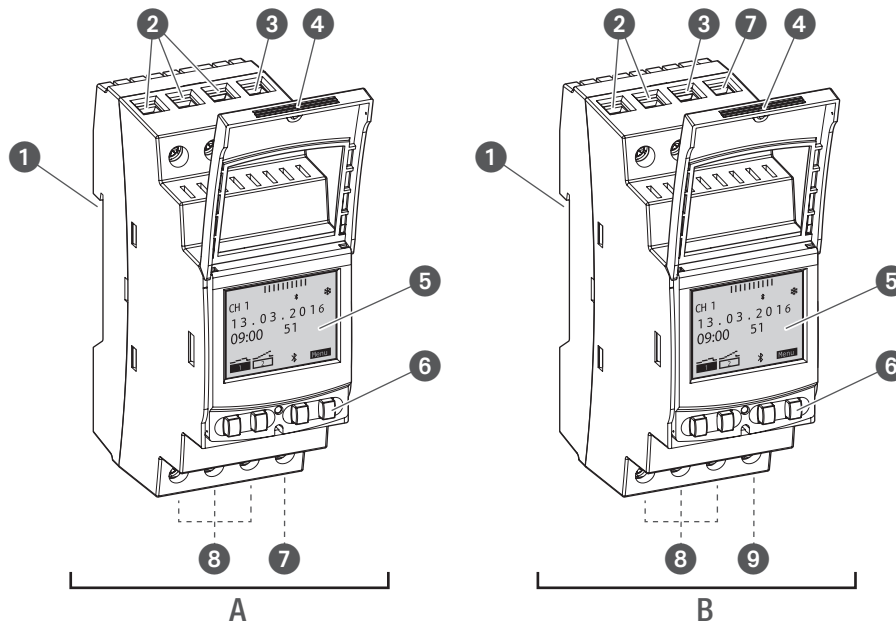

Bild 1: Kopplingsur
Kopplingsuret är en timer, som monteras med ett klicksystem på en DIN-skena (Bild 1/①). Det styr respektive apparat det är anslutet till. Kopplingsuret har 1 eller 2 kanaler och kan manövreras via en display (Bild 1/⑤) med 4 manöverknappar (Bild 1/⑥). Kopplingsuret kan programmeras manuellt eller via en mobil enhet. Radiosignalens frekvens ligger på 2,4 GHz och max. sändningseffekt är 1,8 mW.